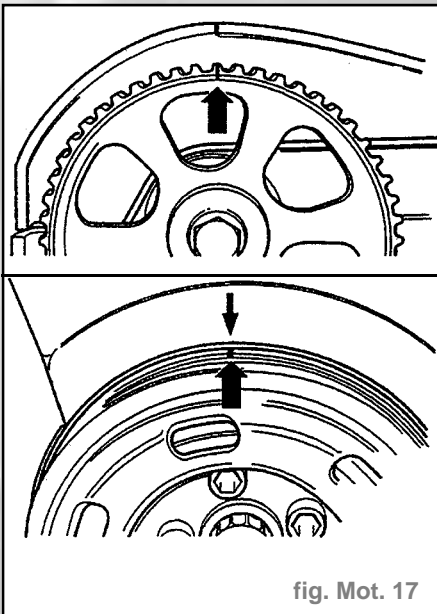

fig. Mot. 17
- Faire coïncider le repère se trouvant sur le pignon d'arbre à cames avec le repère sur le couvre-culasse (fig. Mot. 17).